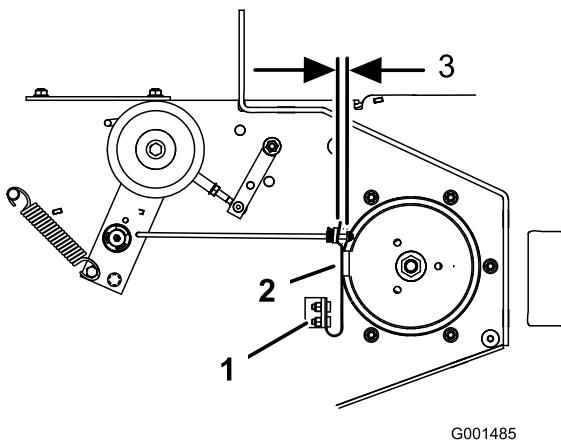

Figure 59
- Le cas échéant, ajustez les boulons de fixation de ressort de sorte que la plaquette de frein de lame frotte contre les deux côtés de la gorge de la poulie (Figure 59).
- Ajustez l'écrou à l'extrémité de la tige de frein jusqu'à ce que l'écrou et l'entretoise soient espacés de 3 à 5 mm (Figure 59).